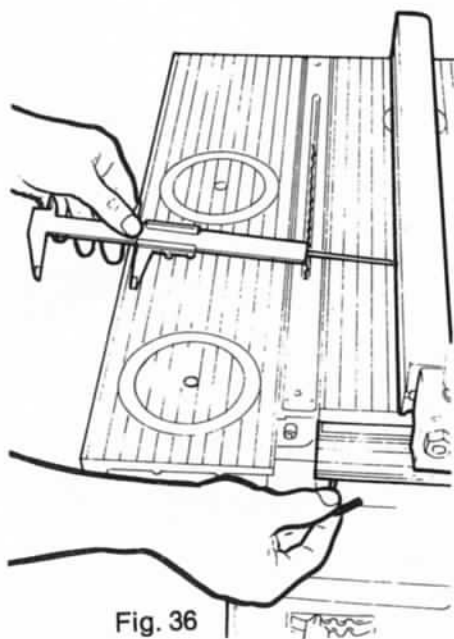

Fig. 36
Lossa låsskruvarna för anhållet (B), vrid sedan justerskruven (C) med insexnyckel (A) inåt eller utåt tills anhållet är parallellt med sågbladet. Mät avståndet enligt fig. 36. Dra åt låsskruvarna (B).